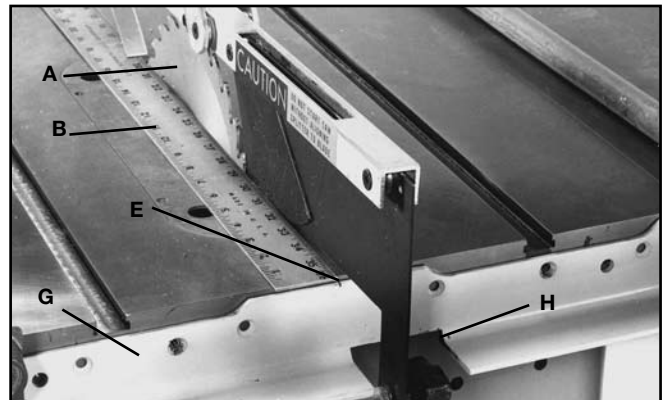

FIG. 17
5. Fixer la barre de guidage arrière (G), fig. 17, au dos de la table de scie au moyen des serres pour barre. S'assurer que l'encoche (E) de la barre de guidage est alignée avec la lame (A) de la scie à l'aide de l'équerre, comme montré. S'assurer que les deux entailles de la barre de guidage sont sous la face inférieure des rainures d'onglet de la table de scie.
7. Après la fixation de la barre de guidage arrière à la table de scie, l'incliner pour s'assurer qu'il n'y a aucune obstruction entre le garde protecteur et la barre de guidage arrière. Si tel est le cas, il sera nécessaire d'agrandir l'entaille (H), fig. 17, de la barre de guidage arrière.